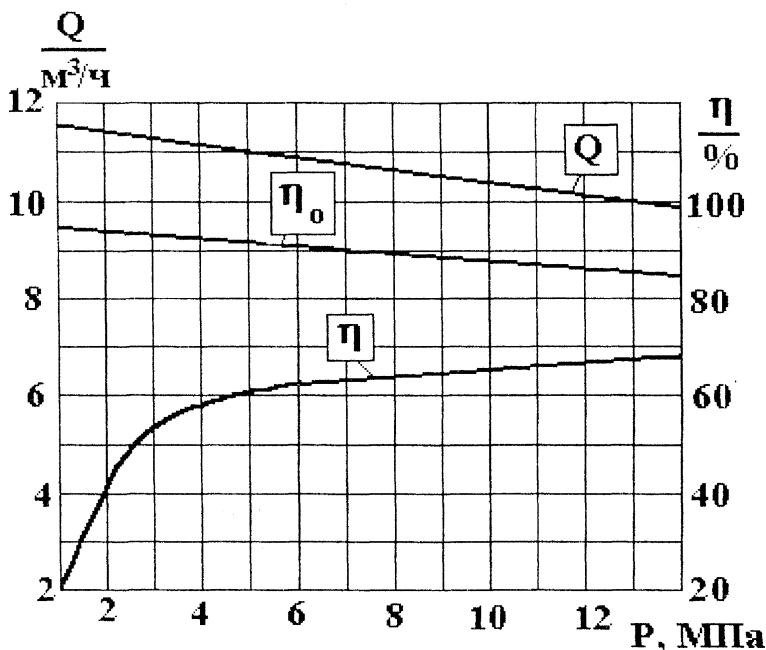

Рис. 20.
**Задача 7.** При работе на сеть с расходной характеристикой  $k$  трехцилиндровый поршневой насос двойного действия Т-10/140 поднимает воду на высоту  $h$ . Используя его характеристику (рис. 20), необходимо определить давление, подачу, полезную и полную мощность, а также частоту вращения кривошипно-шатунного механизма, с которым насос будет работать в данной сети.